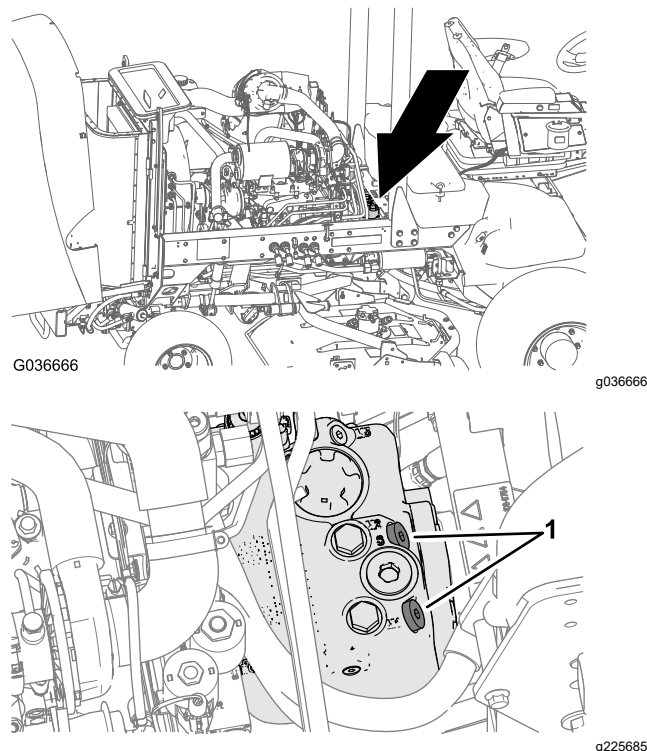

Figure 43
1. Ouvrez le capot et localisez les clapets de décharge (Figure 43) au sommet de la pompe, derrière la batterie/les bacs de rangements.